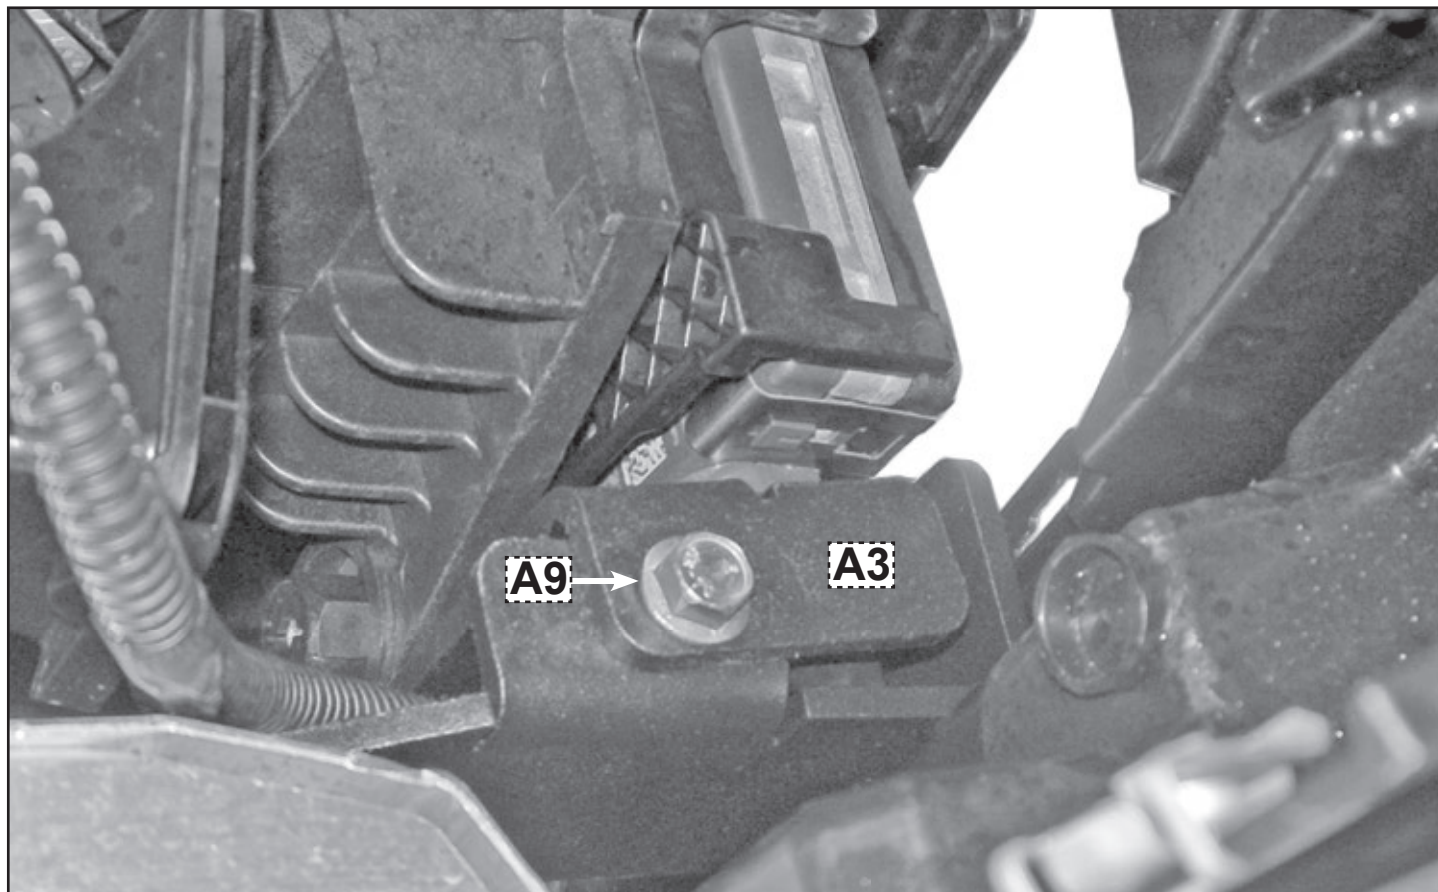

FIGURA 16
- **Nella figura 16** viene raffigurato il secondo perno di fissaggio **A9** della piastra **A3** (vedi figura).